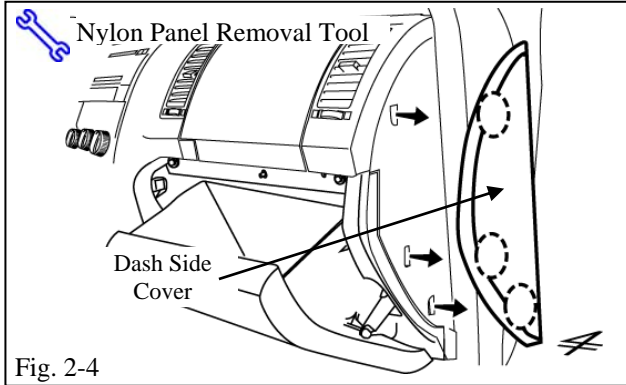

Fig. 2-4
- (d) Open the Glove Box. (Fig. 2-4)
- (e) Remove the Passenger's Dash Side Cover. (Fig. 2-4)